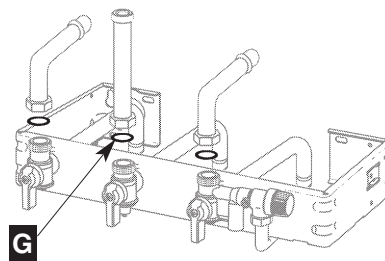

Fig. 10
- mettre en place le joint **G** (caoutchouc) sur le gaz et serrer les raccords des tubes de liaison en commençant par le tube gaz (fig. 10)